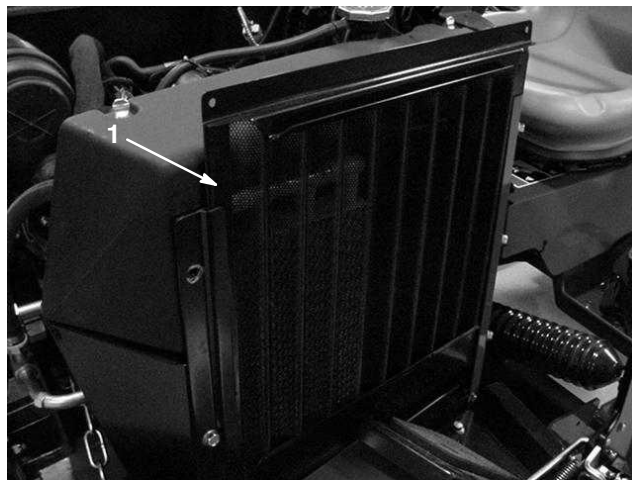
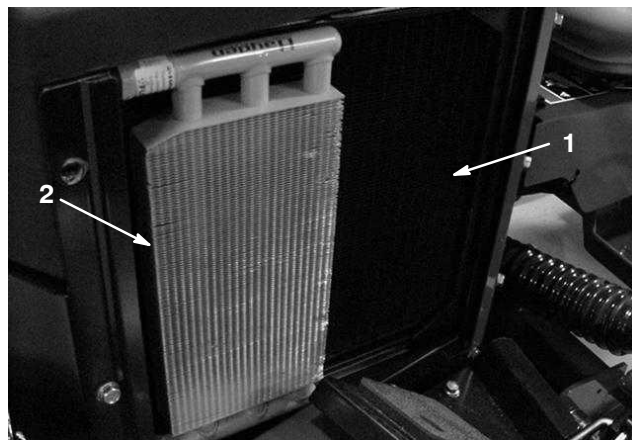

Figure 21
Figure 22
1. Enlevez les débris de la grille de radiateur (Fig. 21), du radiateur (Fig. 22) et du refroidisseur d'huile (Fig. 22) tous les jours ou toutes les heures si vous travaillez dans une atmosphère très poussiéreuse et sale (voir Nettoyage du radiateur et de la grille, page 41).